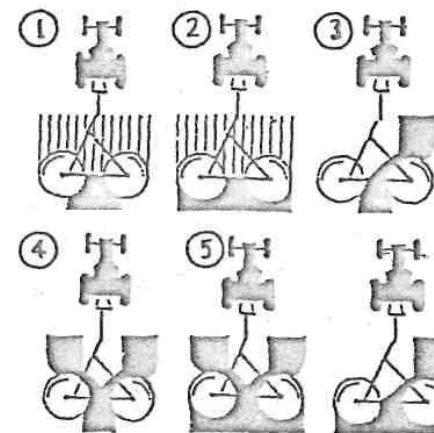

Рис.3. Технологические процессы и приемы их выполнения.
2.3.1. На рис. 3 указаны технологические процессы и приемы их выполнения: